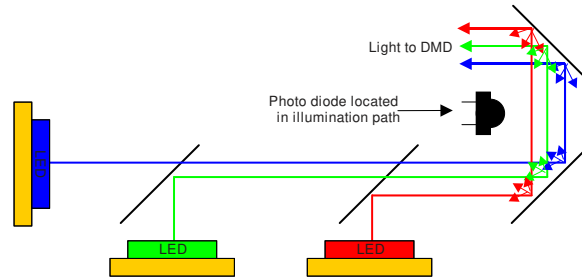

図 7-2. フォトダイオードの配置
- 理想的には、照明パス内の位置 (図 7-2) は、システムのターゲット白色ポイントで 3 つの LED のそれぞれから、強くてもバランスのとれた振幅の信号応答を生成するように配置する必要があります。検出器の理想的ではない配置による 3 つのチャネル間の不均衡により、調光システムのダイナミックレンジが制限されます。TIA は RGB トリム機能をサポートしており、不均衡なシステムの再均衡をサポートできます。この機能は、各 LED からの振幅信号応答のバランスを最適化するプロセスを完了するのに役立ちます。しかし、色の自然なバランスが実用的なのと同じくらい理想的であるように、照明経路の設計に注意することをお勧めします。